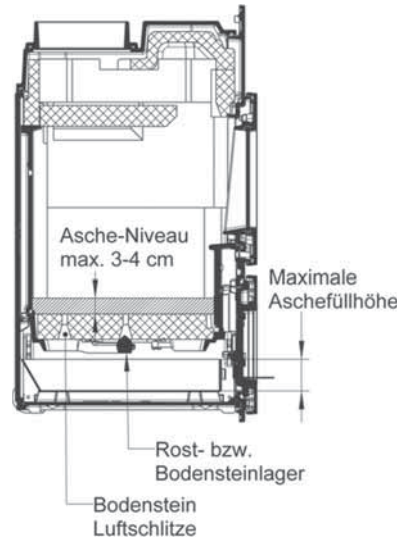

Abb. 3.16 Situation Bodenstein
- Die eigentliche Entaschung erfolgt über die Stehplattenöffnung (siehe Abb. 3.16) in den vorgezogenen Aschekasten.